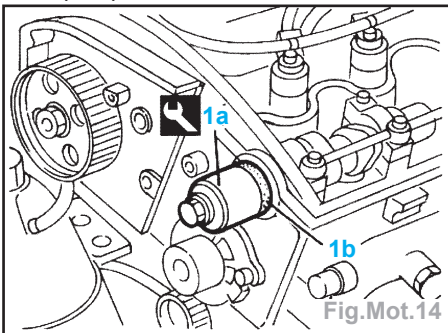

Fig.Mot.14
- le joint d'étanchéité avec l'outil (1a) 1.860.824.000 (Fig.Mot.14),